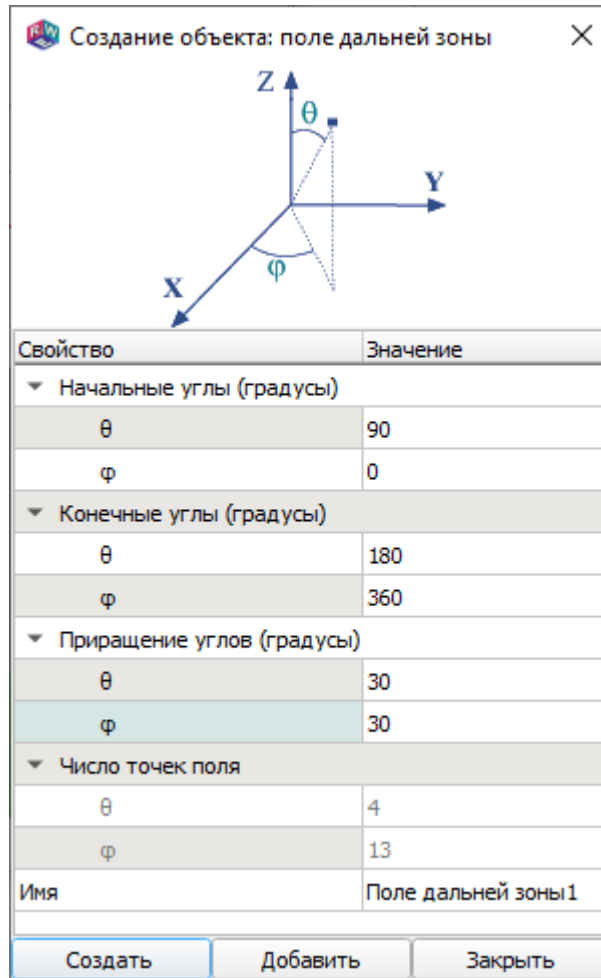

Рис. 97
12.8.2. Для расчета токов в точках поля дальней зоны нажать кнопку  на ленте меню «Вывод». Будет выведено диалоговое окно команды (рис. 97).